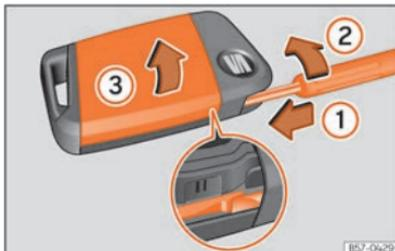

Abb. 49 Fahrzeugschlüssel: Deckel des Batteriefachs öffnen.
- Führen Sie einen Schlitzschraubendreher durch die äußere Führung des Notschlüssels in den Fahrzeugschlüssel ein, ca. 1 cm in Pfeilrichtung >>> **[Abb. 49]** ①.
- Drehen Sie den Schraubendreher im Uhrzeigersinn, bis sich die Abdeckung öffnet >>> **[Abb. 49]** ②.
- Bewegen Sie die Abdeckung in Pfeilrichtung >>> **[Abb. 49]** ③ und nehmen Sie sie ab >>> ①.